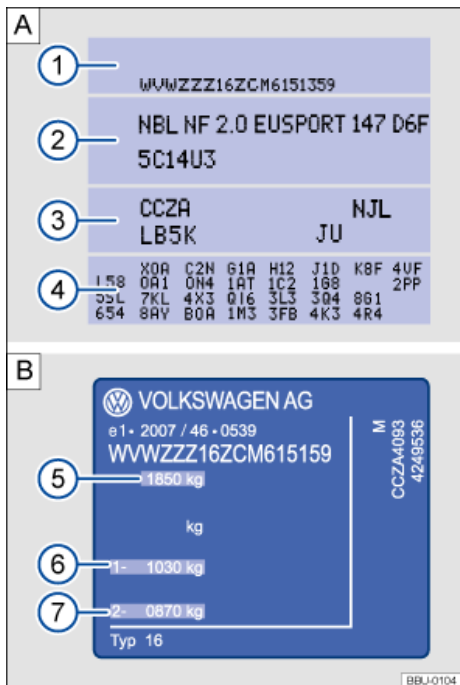

Fig. 190 A) Etiqueta de dados do veículo, B) plaqueta de identificação (representação esquemática).
A etiqueta de dados do veículo → Fig. 190 A) encontra-se na parte interna da capa do manual de instruções e sob a guarnição do compartimento de bagagem traseiro na parede do compartimento de bagagem. Ela contém os seguintes dados:
3. Códigos do motor e da transmissão, código da cor, acabamento interno. No exemplo, o código do motor é "CPTA" → Fig. 190
Dependendo do país e do modelo, a plaqueta de identificação pode ser vista após abrir a porta do condutor ou do passageiro, na parte inferior da coluna da porta → Fig. 190 B). Veículos para determinados países de exportação não possuem plaqueta de identificação